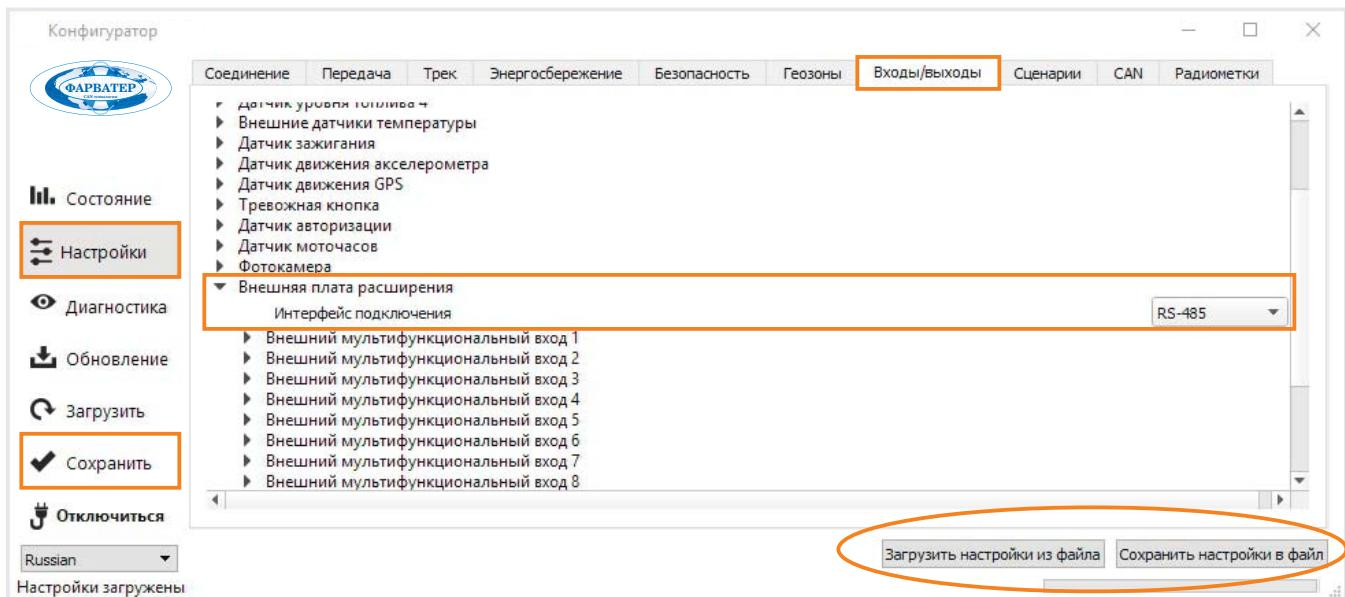

Рис.4.3.
- Вберите способ подключения к терминалу в пункте «Внешняя плата расширения» - «Интерфейс подключения» - RS-485 (Рис.4.3.).
Программа «Конфигуратор» имеет функции сохранения настроек в файл и загрузки настроек из файла с расширением *.vsf. Соответствующие кнопки находятся в правом нижнем углу окна программы (Рис.4.3.). Эта функция может использоваться как для ускорения процесса настройки нескольких однотипных устройств, так и при обращении в техподдержку для большей информативности описания неполадок.